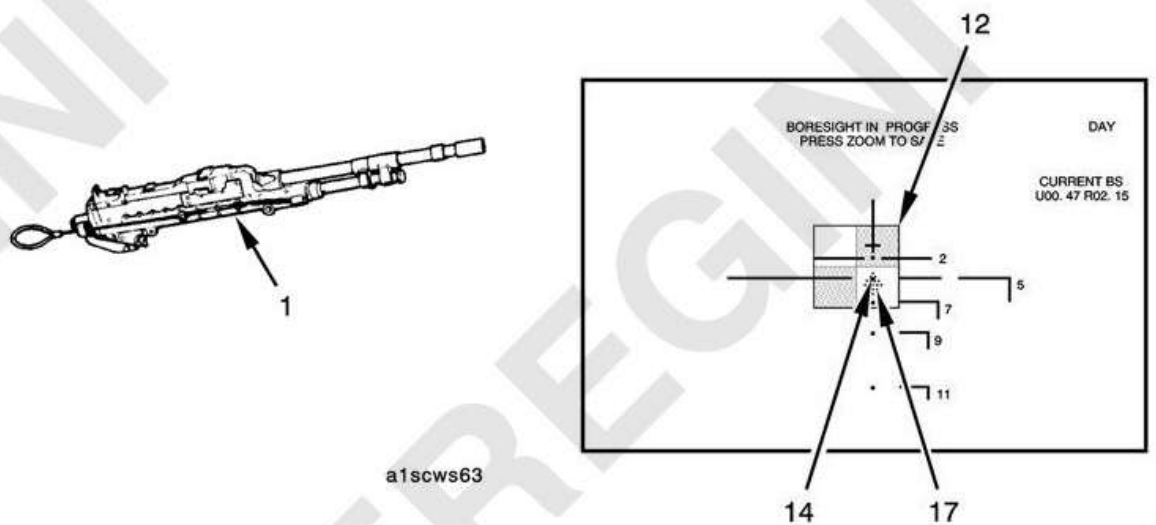

РИС. 5
- с. Використовуючи 4-позиційний перемикач (19) на DCM (4), переміщуйтеся вгору та/або вниз, щоб розташувати точку прицілювання тепловізійної сітки (14) горизонтально в центрі зони влучання (17) (Рис. 5) на цілі (12).
- d. Використовуючи 4-позиційний перемикач (19) на DCM (4), переміщуйтеся вліво та/або вправо, щоб розташувати точку прицілювання тепловізійної сітки (14) вертикально в центрі зони влучання (17) (Рис. 5) на цілі (12).